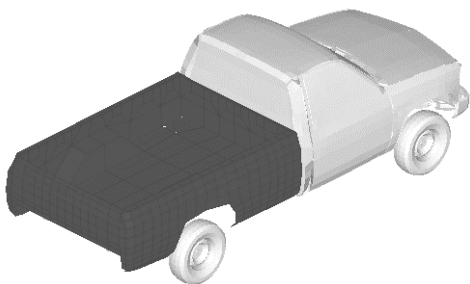

图 13-7 显示车身应力云图
- (1) 在工具栏单击 (🌈) 按钮进入 contour 面板。
- (2) 在模型浏览区单击 Selector (👁️) 按钮激活选择器。
- (3) 选择 SHELL: BED 组件。
- (4) 单击 Add To Panel Collector (📁) 按钮，将车身添加进入 Components 集合器。
- (5) 切换 Result type 到 Stress(t)vonMises。
- (6) 单击 Apply 按钮，在 SHELL: BED 上显示应力云图，如图 13-7 所示。
- (7) 使用 Animation Controls 工具打开模型动画，观察车身组件上的应力云图。
- (8) 停止动画。